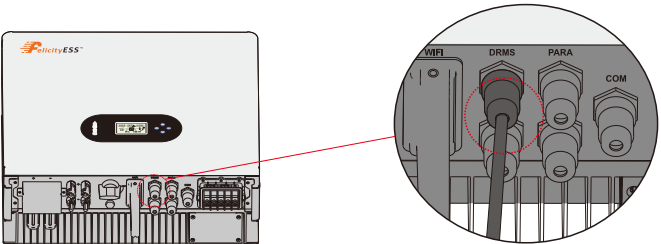

Figure 4.5-5 Interface RJ45
Étape 4. Connectez la borne RJ45 à la bonne position sur l'onduleur. Voir la figure 4.5-5.